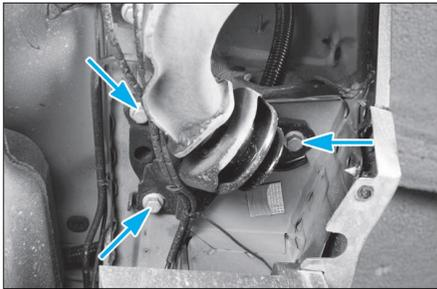

FIG. 28
- les 3 fixations (Fig.28) du bras longitudinal sur la caisse.